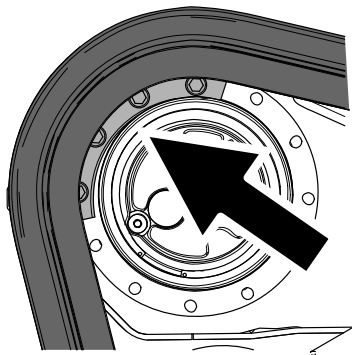

Figura 71
5. Mueva el control de tracción hacia adelante hasta que el segmento del piñón de arrastre se engrane en la oruga (Figura 71).
10. Aplique fijador de roscas a los pernos de otro de los segmentos del piñón de arrastre que retiró e instale el segmento del piñón (Figura 71). Apriete los pernos a 247–301 N·m (182–222 pies-libra).